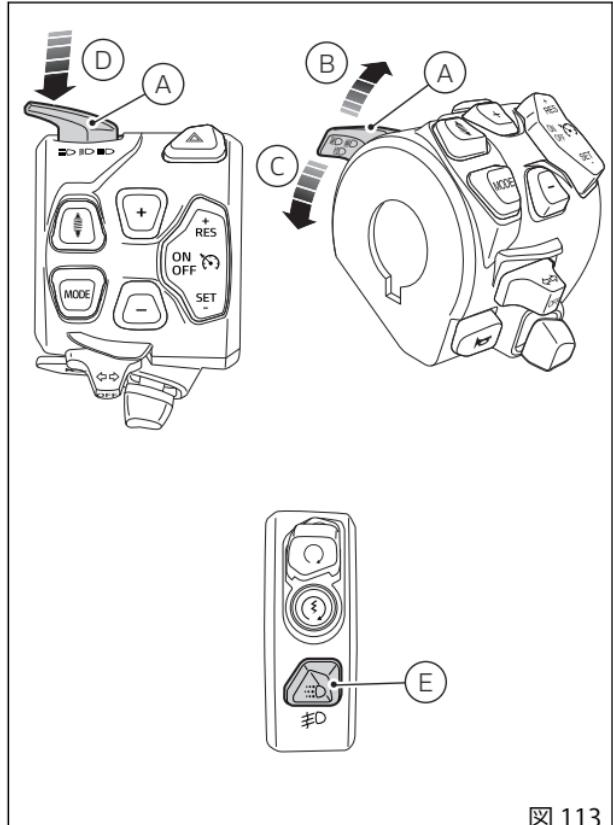

図113
DRLを「Auto」モードに設定しているときにボタン(E、図113)を押すと、自動管理が解除されて通常のライト管理に戻ります。もう一度ボタン(E、図113)を押すと、DRLが「Manual」管理モードで再び起動します。
DRLを消灯または点灯するにはボタン(E、図113)を押してください。
- DRLを装備している場合は、ボタン(E、図113)を長押しします。
- DRLを装備していない場合は、ボタン(E、図113)を押します。